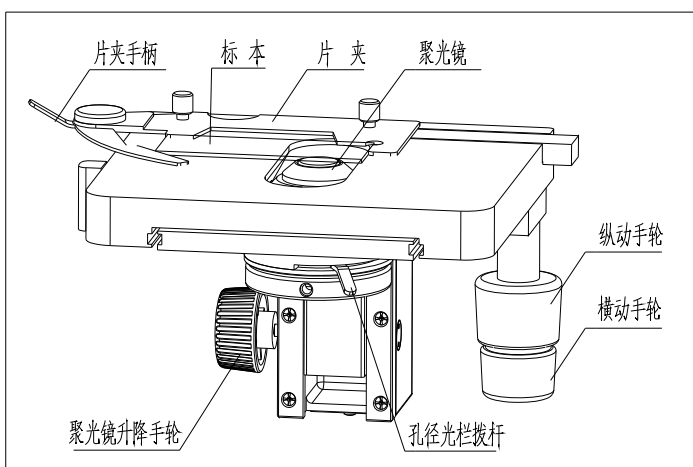

图 2 平台组和聚光镜
2.2 安放标本（参见图 2）
2.3 聚光镜（参见图 2）